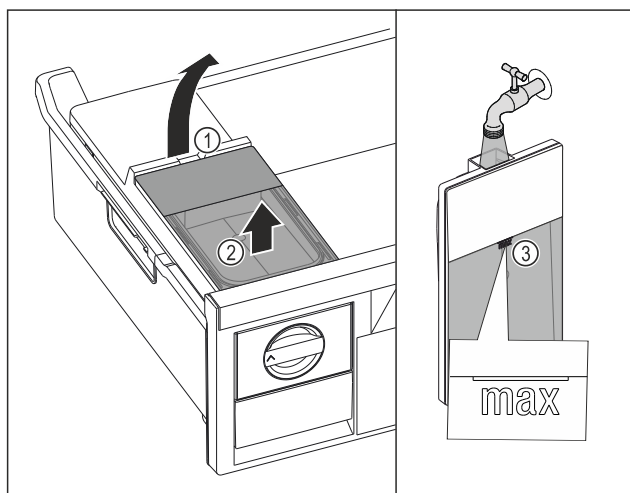

Fig. 129
- Sollevare il serbatoio dell'acqua dalla cavità Fig. 129 (1).
- Rimuovere il serbatoio dell'acqua estraendolo verso l'alto. Fig. 129 (2)
- Riempire il serbatoio dell'acqua con acqua potabile fino al contrassegno Fig. 129 (3).